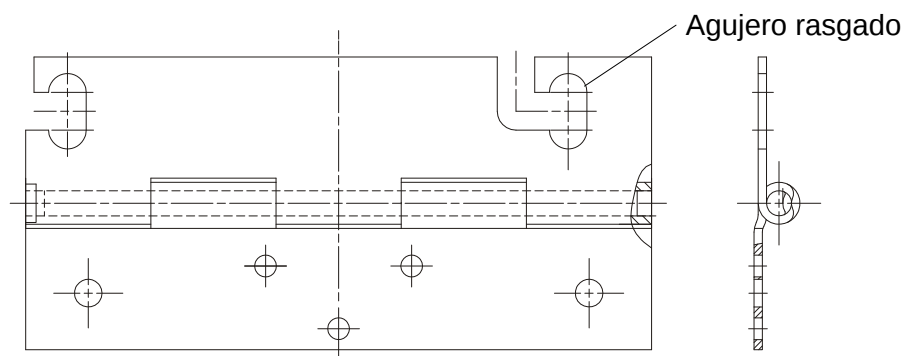

Figura 28: Bisagra corrida para la fijación del techo articulado
- Los taladros de fijación de la bisagra corrida utilizadas en los techos son taladros rasgados ver Figura 28. Por ello hay que elevar un poco el techo después de soltar los tornillos, moverlo un poco hacia un lado, y después debe ser sacado contra presión de la junta elástica de los soportes de fundición del marco acoplable y del marco atornillable.